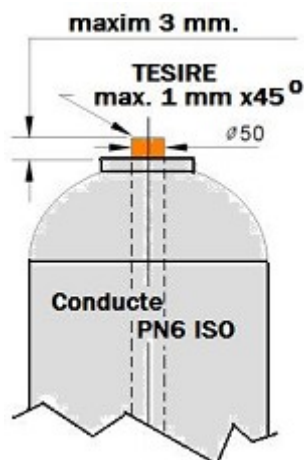

Fig. 44
- Se verifica **Teava PVC** (conducta de distributie din coloana) & **Difuzorul inferior** ca sa fie curate si SE MENTINE ASTUPAT CAPUL CONDUCTEI de DISTRIBUTIE de pe nivelul de referinta (v.fig.44), pana in momentul montarii valvei, CU UN DOP care sa impiedice accesul impuritatilor (sau de rasina in momentul in care se incarca coloana) ;
- In caz de schimbare a rasinii, dupa introducerea conductei PVC in coloana si pozitionarea difuzorului in centrul de jos al coloanei verificati NIVELUL DE REFERINTA ca in fig.44!!;